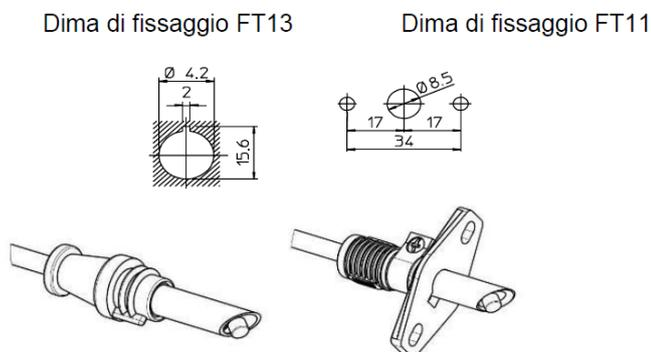

Fig. 9 – Dima e sistemi di fissaggio sensori FT11/FT13
- per il BTXXXO in applicazioni ad olio combustibile i sensori FD1D BT - FD2D BT (fig. 5) oppure UV... (fig. 6) utilizzabili solo in bruciatori a fiamma blu; nelle applicazioni di bruciatori a fiamma gialla sono più idonee le fotoresistenze FC7, FC8, FC11, FC13 o FC14 (fig. 7 e 8) oppure i fototransistor FT11 o FT13 (fig. 9).